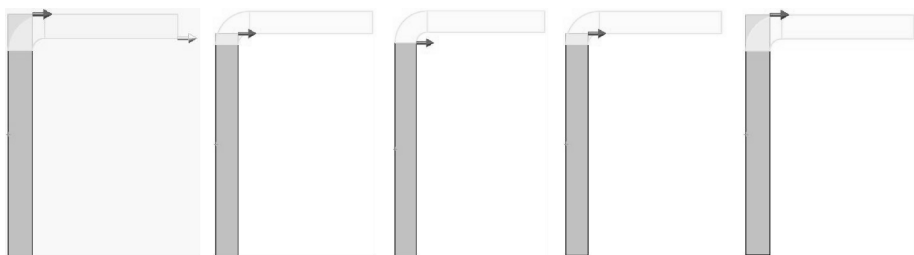

图 6-12 5 种边线法兰位置
- **法兰位置**：有 5 种不同类型确定边线法兰的位置，分别为【材料在内】、【材料在外】、【折弯在外】、【虚拟交点的折弯】、【与折弯相切】。不同类型的位置生成的法兰也不同，如图 6-12 所示。